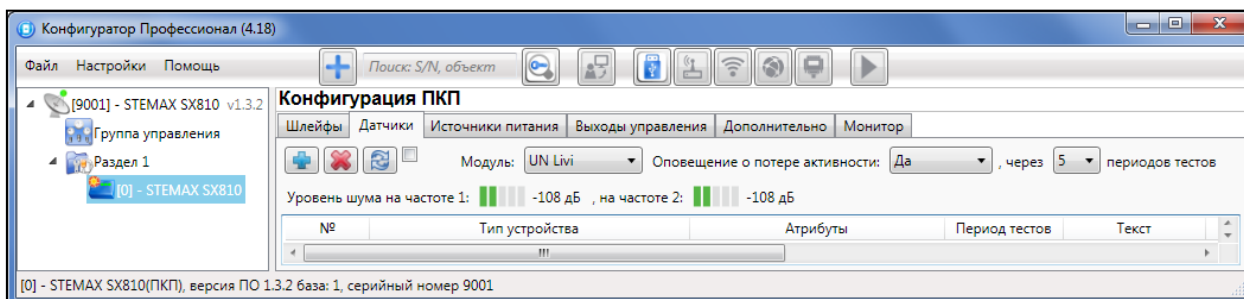

Рисунок 4.40 — Вкладка датчики (основные параметры работы радиоустройств Livi)
4. В верхней части вкладки *Датчики* (см. рисунок 4.40) осуществляется выбор радиосистемы с помощью раскрывающегося списка *Модуль*. В списке выберите модуль UN Livi и дождитесь, пока программа *Конфигуратор Профессионал* запишет модуль расширения в конфигурацию контроллера.
1. На вкладке *Датчики* нажмите кнопку  (см. рисунок 4.40).